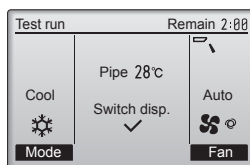

Fig. 7-3
- ① Tryk på knappen [F1] for at ændre driftstilstand. (Fig. 7-3)